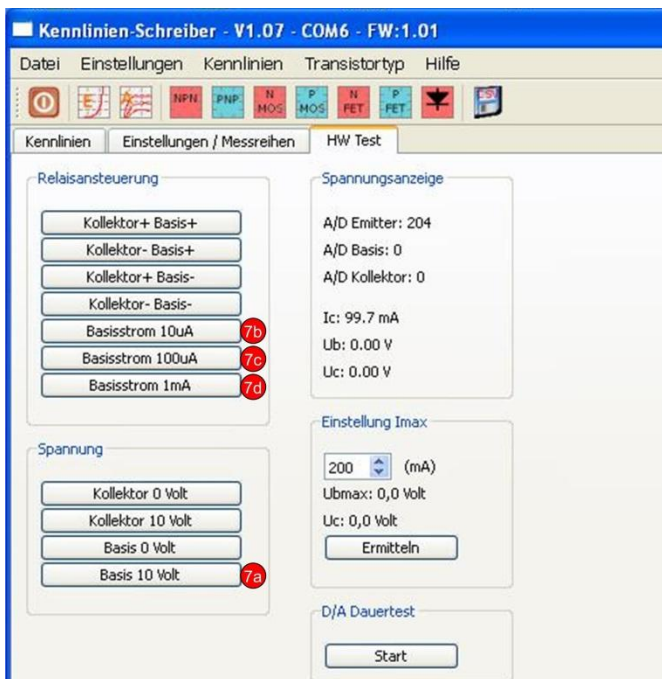

Abb. 8: Reihenfolge der Einstellungen der Basisströme.
- Im Reiter "HW-Test" wird die Polarität mit Klick auf "Kollektor+..." bzw. "Kollektor-..." im Block "Relaisansteuerung" (Abb. 8) gewählt.
- Nun Kollektorspannung mit Klick auf "Kollektor 10V" im Block "Spannung" (Abb. 8) anlegen. Jetzt kann in Ruhe gemessen werden. Der 19Ω-Widerstand muss dabei gut 5W verbraten. Er wird erst wieder mit Klick auf "Kollektor 0V" von der Tortur erlöst.